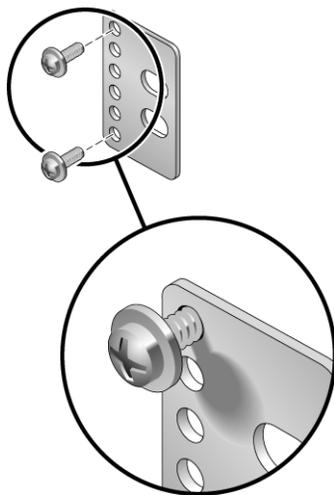

ABBILDUNG 4-11 Anbringen von Schrauben in der optimalen Rack-Position an der Rückplatte
- a. Setzen Sie zwei M3 × 8 SEM-Schrauben pro Rückplatte locker in eine der sechs Positionen an der Rückplatte ein (ABBILDUNG 4-11).
Die Position ist von der Stärke der jeweiligen Schiene im Rack abhängig. So zeigt beispielsweise ABBILDUNG 4-11 die Position der Schraube in der Rückplatte für die optimale Rack-Position.